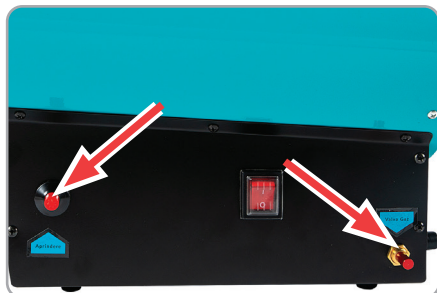

Fig.8
- Apasati butonul valvei de gaz si apasati in mod repetat butonul valvei de aprindere pana cand flacara se aprinde (fig.8).